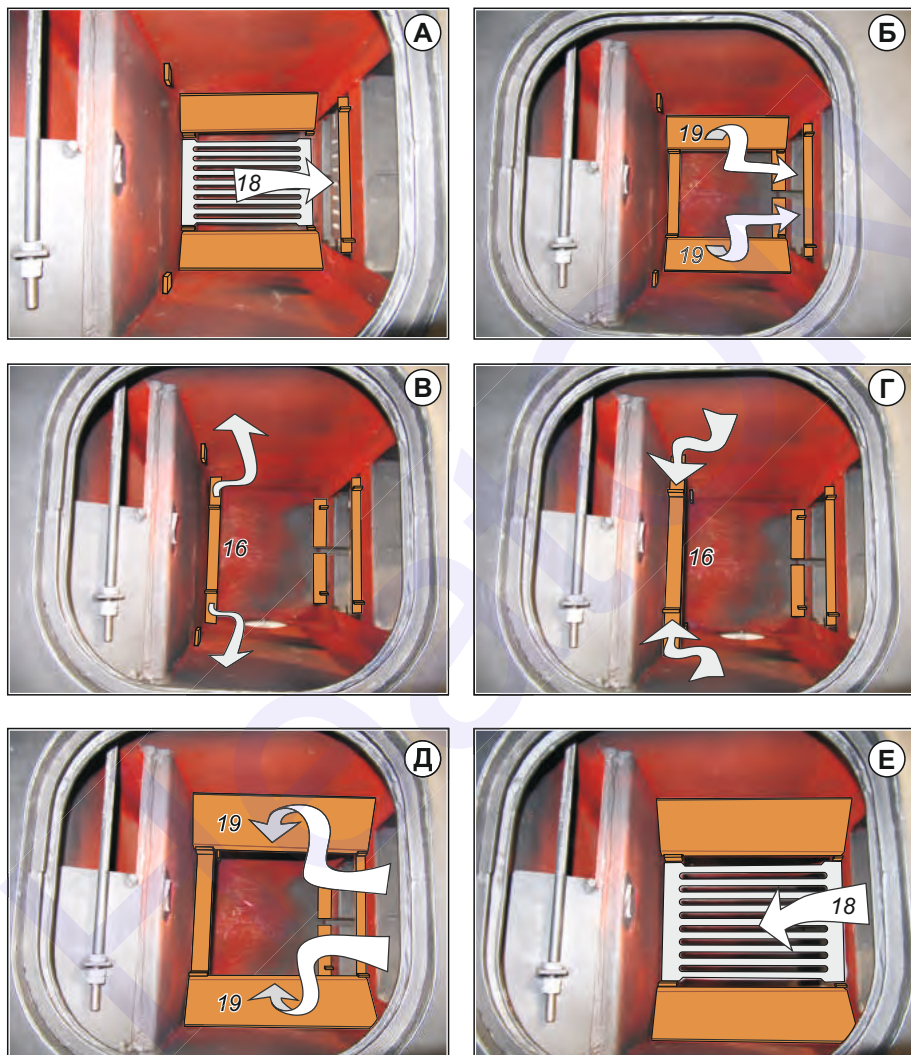

Рис. 14
Используя котел только для приготовления пищи и стараясь достичь сезонного более экономичного использования топлива, колосники можно передвинуть из нижнего в верхнее положение. Для этого необходимо: открыть дверки загрузки топлива (7), топки (8), а также чугунные (20). Из нижнего положения вынуть колосники (18) (см. рис. 14., вид А) вместе